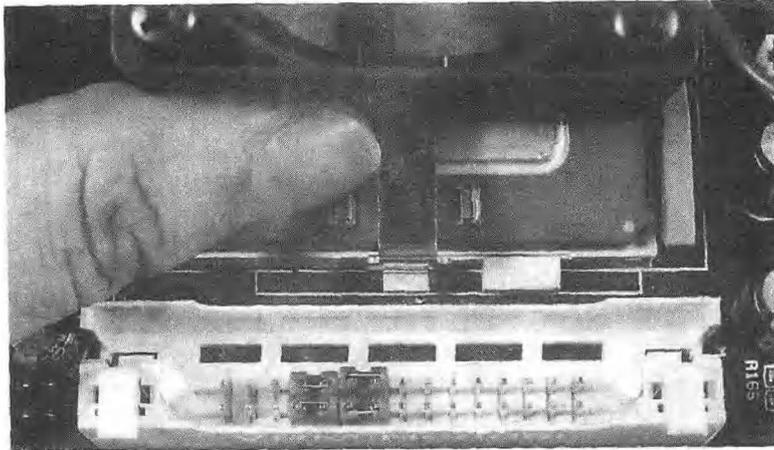

图 1-14
7. 安装 CPU 的风扇,先把风扇的铁片卡在 ZIF 插座的卡榫上(如图 1-14)。